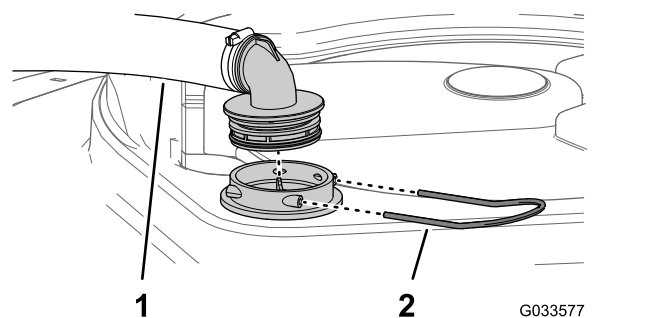

Figure 104
2. Au sommet de la cuve du pulvérisateur, retirez l'étrier qui fixe le raccord de flexible sur le grand flexible et le logement du filtre (Figure 104).
3. Retirez le flexible et le raccord du logement du filtre (Figure 104).